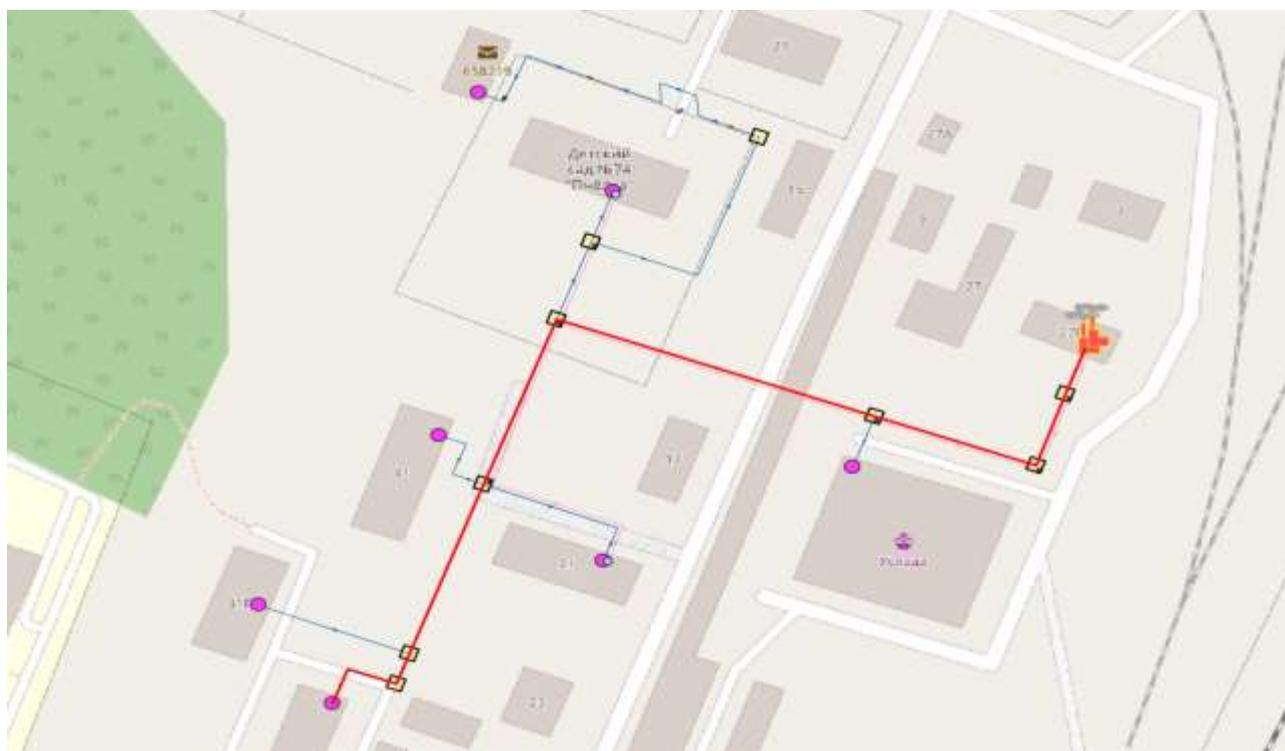
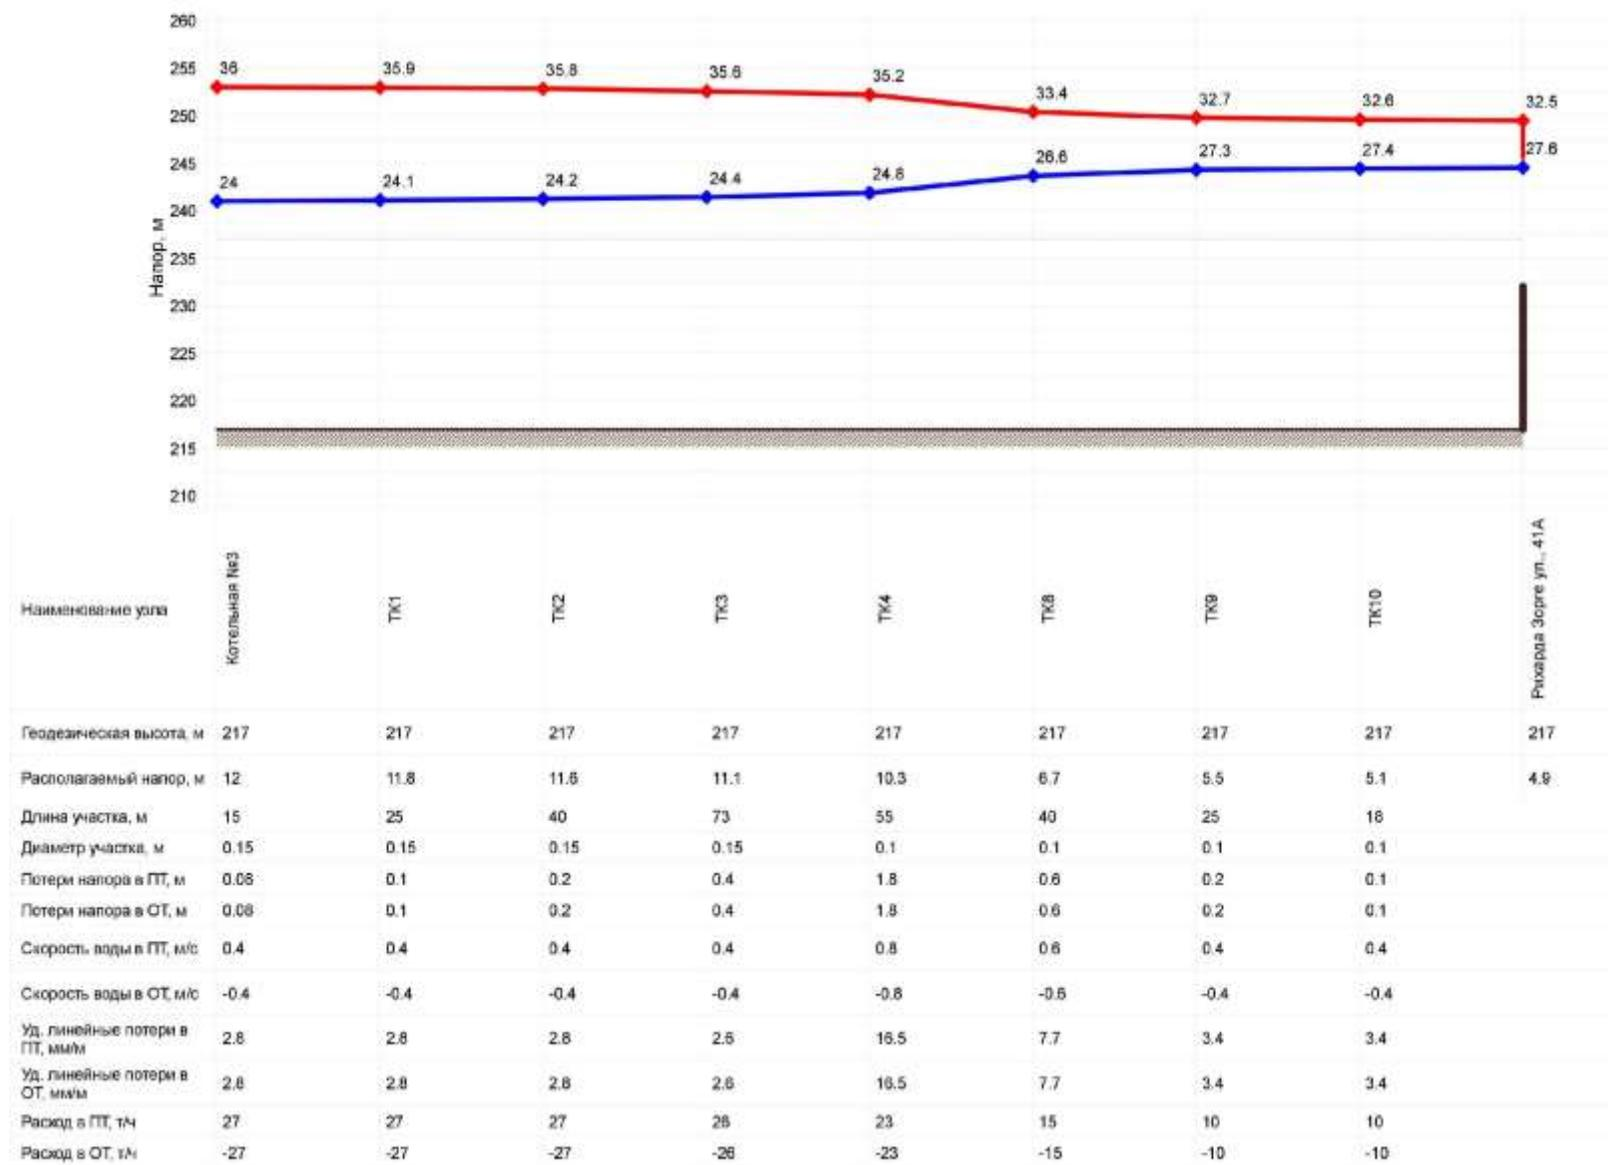

Рисунок 19 - Путь теплоносителя по направлению от котельной № 3 до здания по ул. Рихарда Зорге, 41а
Рисунок 20 - Пьезометрический график от котельной № 3 до здания по ул. Рихарда Зорге, 41а
- расчетный путь от котельной № 3 до здания по ул. Рихарда Зорге, 41а (рисунок 19), основные характеристики теплопровода и режимные параметры теплоносителя (таблица 10), результаты гидравлического расчета, пьезометрический график (рисунок 20).